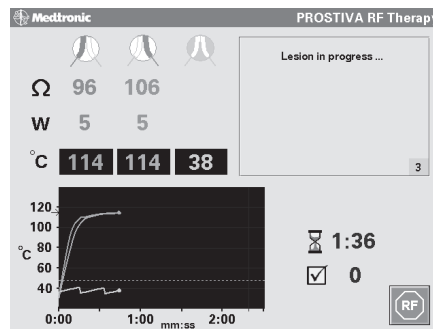

Figura 4-12. Confirme que aparece el mensaje “Lesion In Progress” (lesión en curso) y vigile las lecturas que aparecen en pantalla
12. Confirme que aparece el mensaje "Lesion In Progress" (lesión en curso) en la pantalla (Figura 4-12) y vigile las distintas lecturas (p. ej., temperatura, tiempo de lesión) durante el procedimiento.